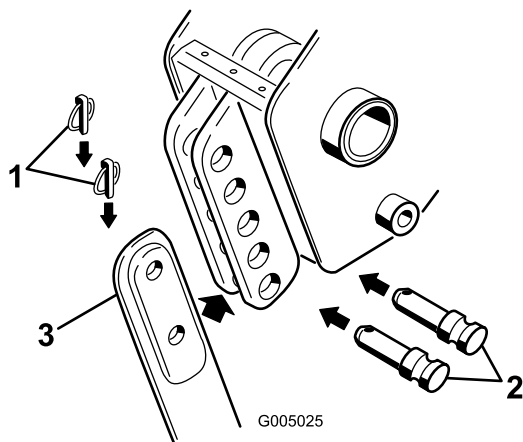

図 5
注 ブレードを完全に外すには、上下のリンチピンとクレビスピンを外してください 図 5 を参照。
4. ブレードブラケットについているクレビスピンからリンチピン 2 本を取り外してクレビスピンを抜き取り 図 5 既存のブレードが付いている場合はを外す。
5. ブレードブラケットに新しいブレードを取り付け、希望する位置取り付け穴を1つ変更することに7.6 cmの変更となるに固定する先ほど取り外したクレビスピンとリンチピンで固定する 図 5。
注 ブレードを完全に外すには、上下のリンチピンとクレビスピンを外してください 図 5を参照。